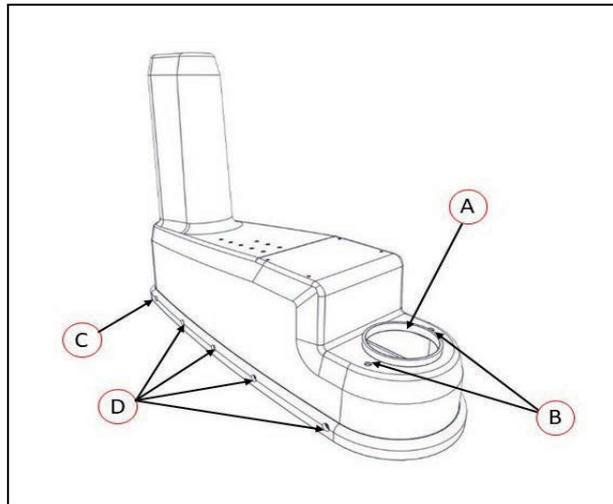

图 9-10. 盖螺钉拆除
2. 彻底清洁外连接件外表面，以去除拆除外连接件盖时可能会掉入机器人内部的灰尘或颗粒。请参见图9-10。